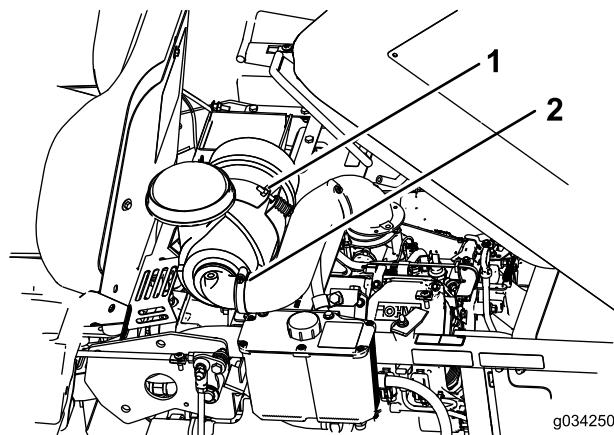

Figure 29
4. Desserrez le boulon de fixation du filtre à air (Figure 29).
5. Desserrez le collier de maintien du flexible et déposez le filtre à air (Figure 29).